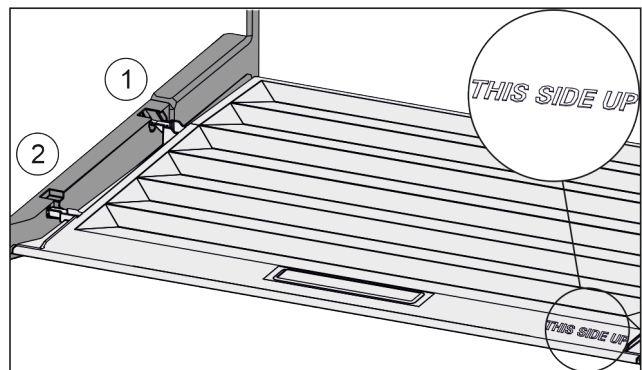

Fig. 83
- ▶ Вставить поперечные ребра крышки через отверстие заднего держателя Fig. 83 (1) и защелкнуть спереди в держателе Fig. 83 (2).